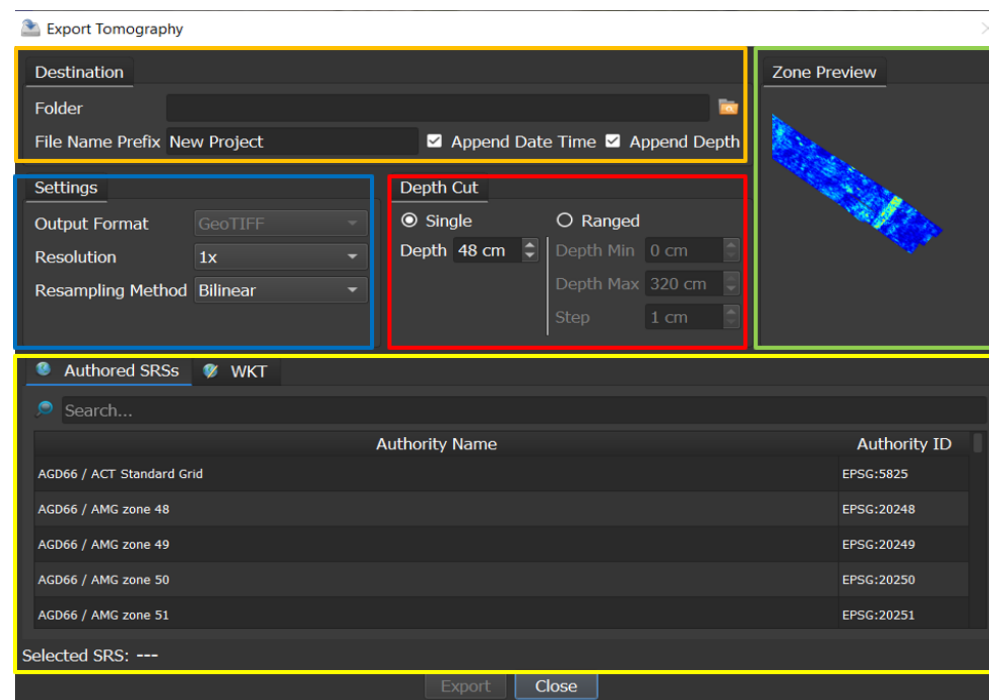

图 87 导出断层扫描页面
在两种导出模式（项目区域；选定区域）中，“导出断层扫描”页面（绿色方块图 87）中将显示断层扫描预览。
- 修改保存路径并自定义来自目的地图 87 图 87）：此外，日期和时间可能通过标记专用图标附加到导出文件中。
- 通过修改以下参数，从"设置"选项卡（蓝色方形图 87 中选择文件输出大小：
- 1. 通过从深度切割选项卡（红色方块图 87）中选择“单个”，决定以所需深度导出单个断层扫描切片。或者，用户可以决定以所需深度间隔和步长导出多个切片，通过选择选项“范围”。
- 2. 通过在 **Authored SRSs** 选项卡（黄色方块图 87）中列出的文件中选择导出文件来设置导出文件的投影，或在专用 **WKT** 选项卡
（黄色方块图 87）上插入新的 **WKT** 字符串（符合 **OGC WKT** 标准）。87）。